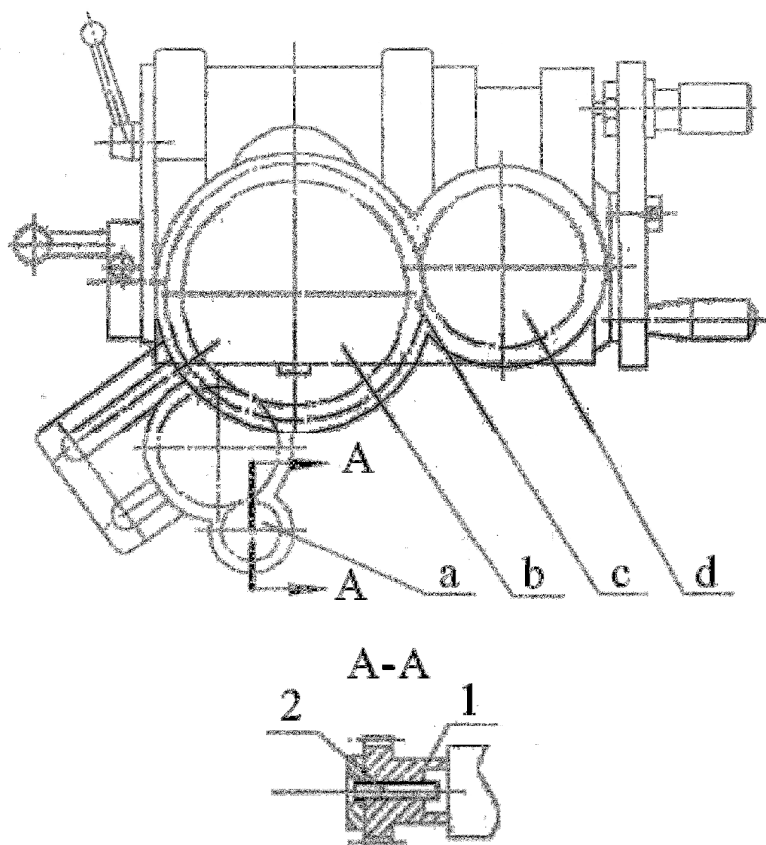

Рис. 4
Расположение шестерней показано на Рис. 4. Перед установкой шестерней, втулка (1), на которой установлена шестерня (**a**), должна быть соединена с винтом подачи станка, после чего болт (2) должен быть затянут.